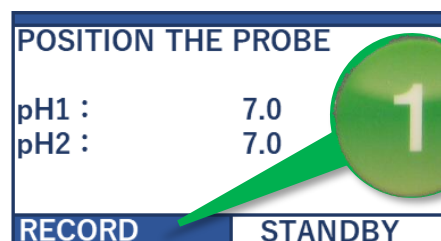

図 34 記録の開始
“RECORD”を選択し、本体の①キー（Enter キー）を押して記録を開始します（図 34）。